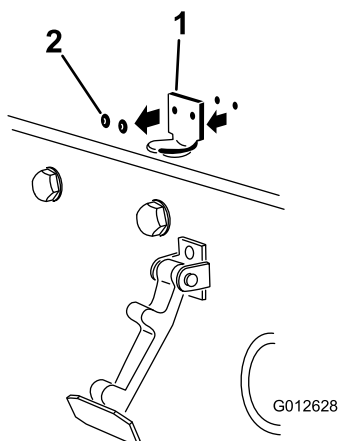

Рисунок 5
2. Выверните два болта, которые крепят кронштейн защелки капота к капоту (Рисунок 5).
Примечание: Стопорный кронштейн должен быть прижат к капоту (Рисунок 5). Не снимайте болт с гайкой в сборе с рычага стопорного кронштейна.